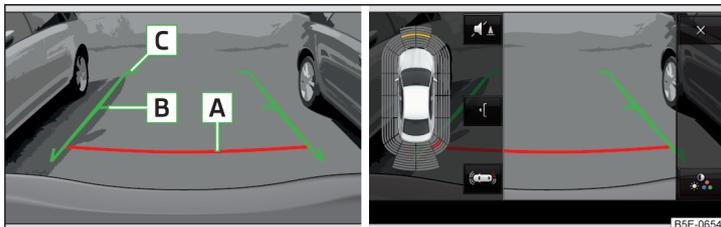

Abb. 249 Infotainmentbildschirm: Orientierungslinien / Funktionsflächen
**Abstand der Orientierungslinien hinter dem Fahrzeug » Abb. 249**
**Funktionsflächen » Abb. 249**